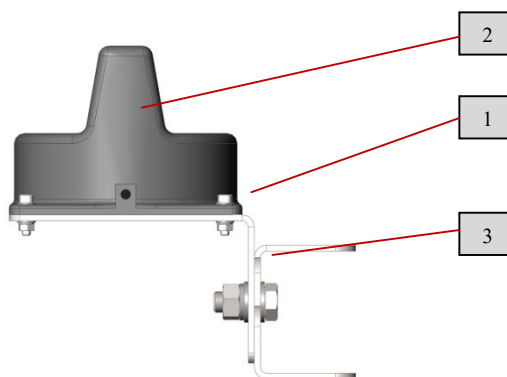

Рис.16 Установка антенны GSM
Затем установить кронштейн (1) с антенной GSM (2) на верхний швеллер, как показано на рис.16, при помощи двух болтовых соединений M10. После этого подключить антенный кабель к GSM-роутеру в соответствии с электрической схемой.